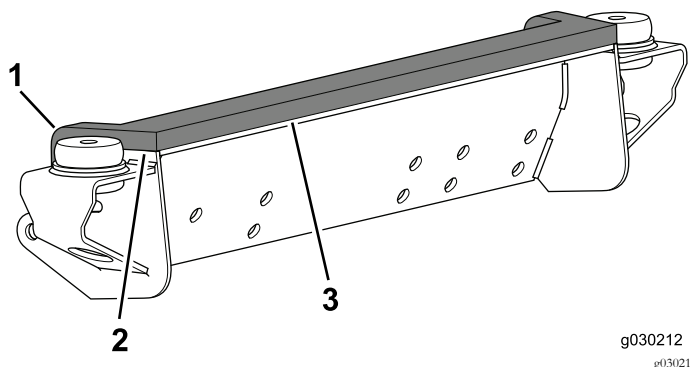

Figura 5
1. Aplique o vedante na montagem ficando em contacto com as extremidades frontal e lateral da montagem frontal (Figura 5).
2. Dobre as linguetas laterais por cima da parte posterior da montagem (Figura 5).